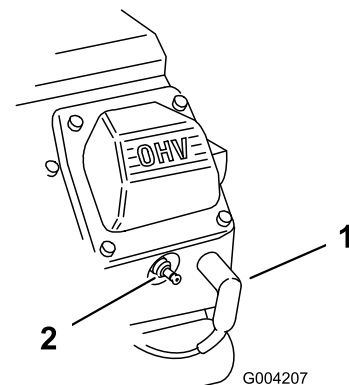

Bild 166
3. Stecken Sie die Zündkerzenstecker auf die Zündkerzen (Bild 166).